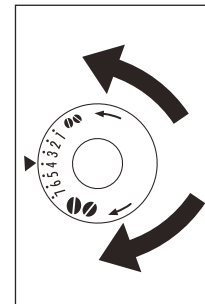

Fig. 40
- Para una dispensación más rápida (no gota a gota), gire hacia la derecha que oiga un clic (café premolido más grueso) (Fig. 40).